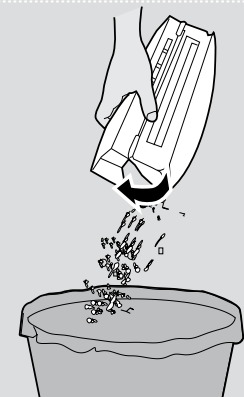

Fig. 18
2. Sostenga el contenedor de polvo sobre una papelera. **[Fig. 18]**